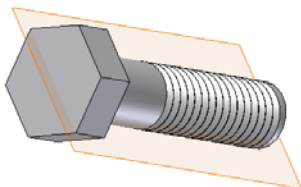

图 6-55 建立工作平面
① 建立一个工作平面，以创建螺旋扫掠的草图。工作平面应该过螺杆中心线，且与螺帽底面垂直，单击【三维模型】标签栏【定位特征】面板上的【工作平面】工具按钮，选择螺帽的两个相对的棱边，创建如图 6-55 所示的工作平面。